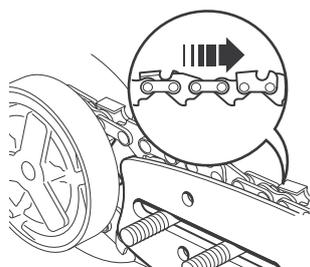

Fig. 5
- > Étendre la chaîne de scie (3) sur le pignon (22) derrière l'embrayage (21) et autour de la barre de guidage (4) avec le tranchant de la chaîne tourné dans le sens de rotation (Fig. 5).